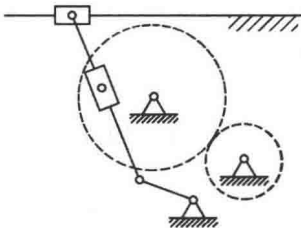

图 1-3-1
1. 计算图 1-3-1 机构的自由度。[厦门大学 2011 研]